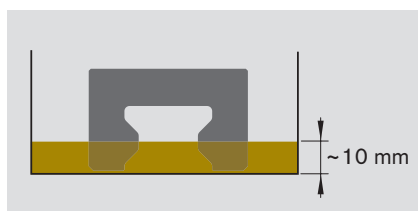

Bild 2
- Bei Größe 20 Niedrig: Vorsatzschmiereinheiten für ca. 36 Stunden in 10 mm tiefes Öl hineinstellen (siehe Bild 2).
- Die Vorsatzschmiereinheit Größe 20 Niedrig ist über den Schmieranschluss **nicht** nachfüllbar (siehe Bild 2).